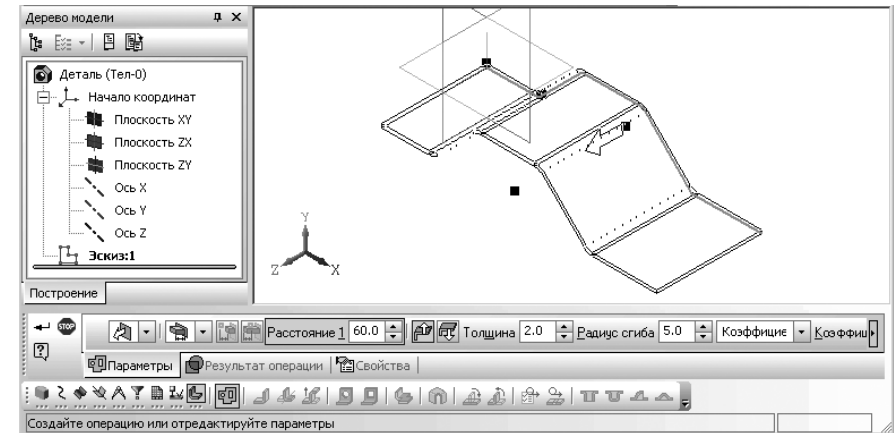

Рис. 7.14. Фантом листового тела с разомкнутым эскизом
- щелкните дважды в поле **Коэффициент**, введите значение **Коэффициента нейтрального слоя**, например, 0,4 и нажмите клавишу **Enter**. Это состояние системы зафиксировано на рис. 7.14.